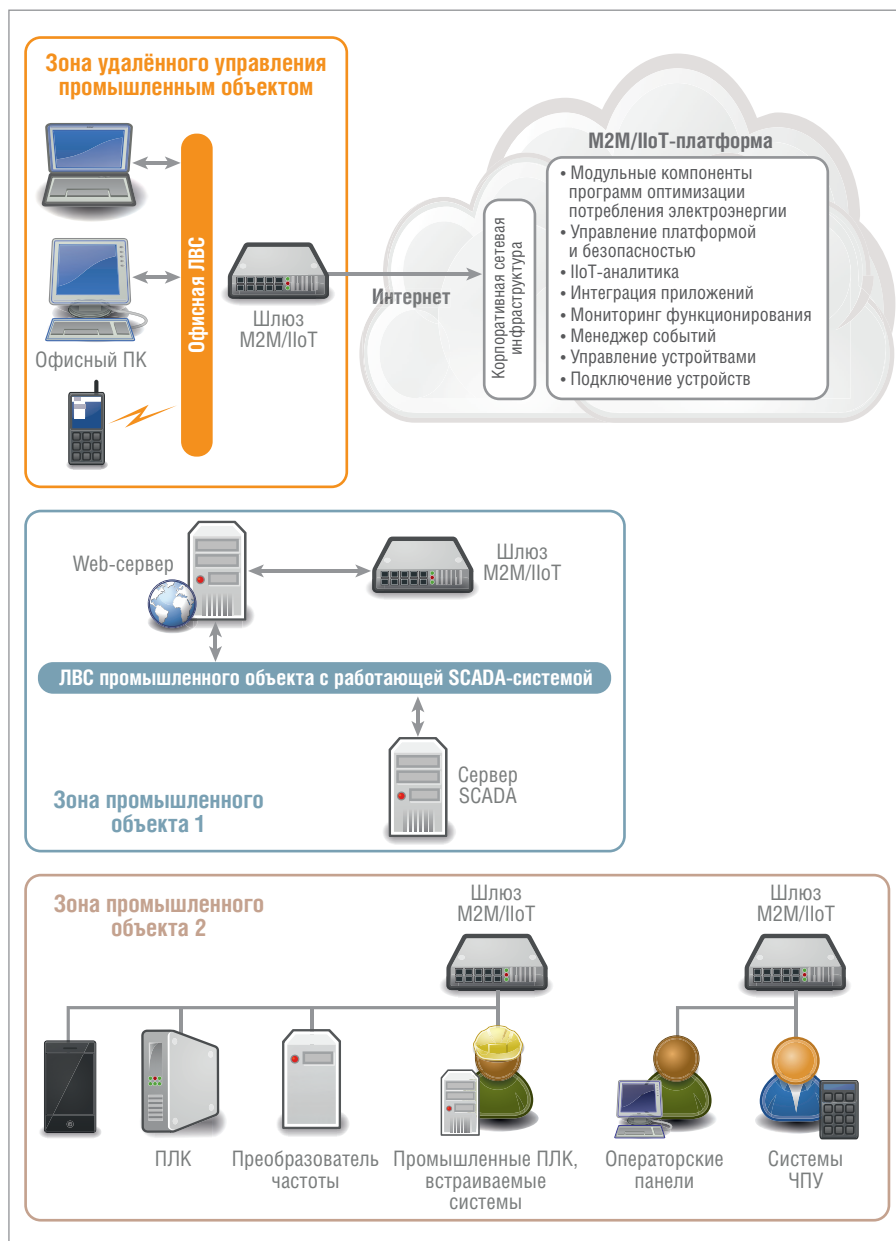

Рис. 1. Структура вариантов современных технологий и средств ПоТ
Очевидно, что большинство решений ПоТ основывается на Ethernet-технологиях, приоритетами которых являются открытость и предоставление информации от широкого спектра оборудования в единой сети, а также реализация эффективного обмена между АСУ ТП и всевозможными ИТ-системами, включая ERP (управление ресурсами), MES (управление производством), CRM (управление продажами). На структурной схеме (рис. 1) приведена общая конфигурация средств ПоТ, отражающая состав хорошо известных аппаратно-программных средств для реализации специальных алгоритмов ОПЭ.
Существует два вида промышленных объектов, с позиций способа организации контроля и управления энергопотребляющим промышленным оборудованием: оснащённые SCADA-системами и не имеющие интегрированных программно-аппаратных средств сбора, обработки и анализа информации (рис. 1, зоны промышленных объектов 1 и 2 соответственно).
2. Постоянно и методично развивающуюся инфраструктуру облачных сервисов, включающих серверы сбора и обработки данных, справочно-информационные архивы, а также платформы M2M/IoT (например, Everyware Cloud), которые управляют распределёнными устройствами и подключением приложений надёжных и безопасных облачных сервисов (рис. 1).